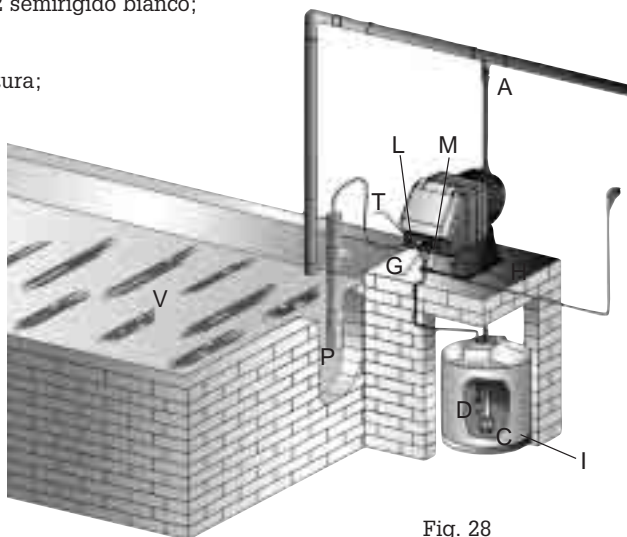

Fig. 28
11.2 - SCHEMA DI IMPIANTO TIPICO (Fig. 28)